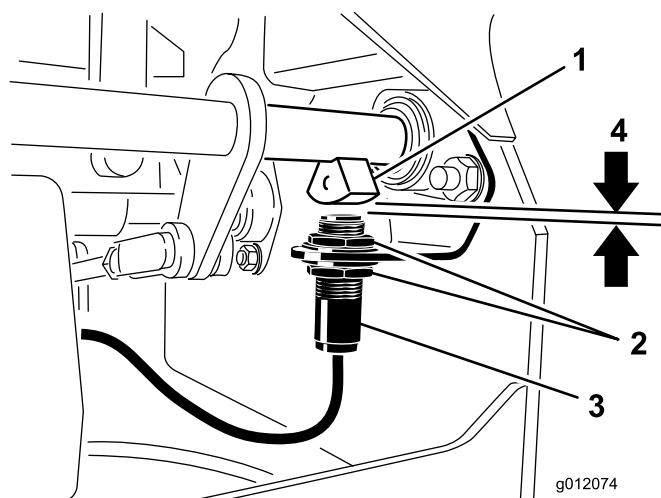

Bild 51
4. Schieben Sie den Schalter an der Halterung nach oben oder unten, bis der Abstand zwischen dem Bremswellensensor und dem Schalterplunger 3,9 mm beträgt (Bild 51).